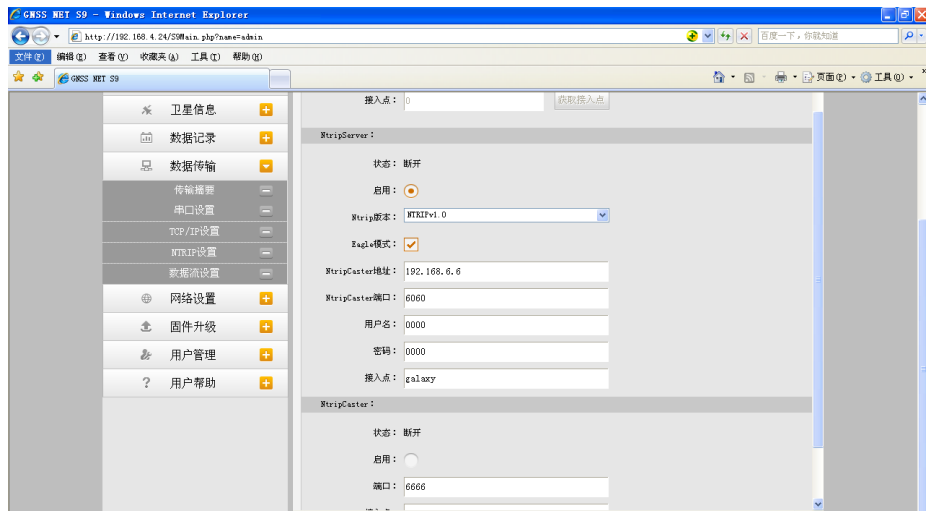

图 3-18 NTRIP 设置栏页面
b) “串口设置”页面如图 3-18 所示。波特率选择 115200；奇偶校验选择无校验；数据流里的四个选项，原始观测数据为天宝板直发的原始观测数据，差分修正数据为主板直发差分数据，导航定位数据为导航输出数据 NMEA-0183 GSV、AVR、RMC 等，SIC 观测数据为两块主板原始数据的混合数据。